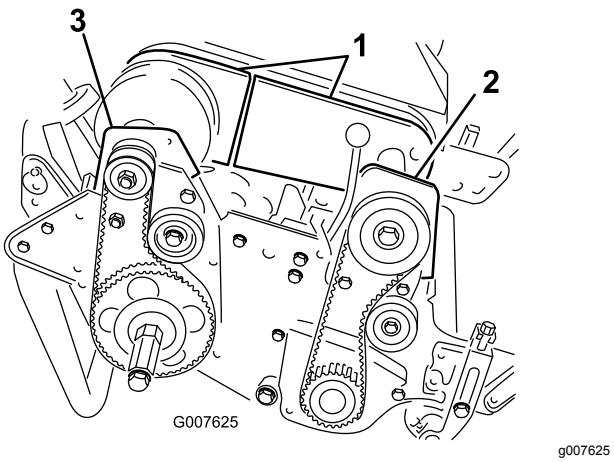

Figura 43
4. Retire os parafusos que prendem as secções frontais e traseiras da cobertura do diferencial à estrutura do diferencial e deslize a cobertura para fora para expor a correia (Figura 43).
6. Retire os 2 parafusos e porcas que prendem a estrutura da embraiagem frontal à placa lateral (Figura 43).
8. Retire os 2 parafusos e porcas que prendem a estrutura da embraiagem direita traseira à placa lateral (Figura 43).